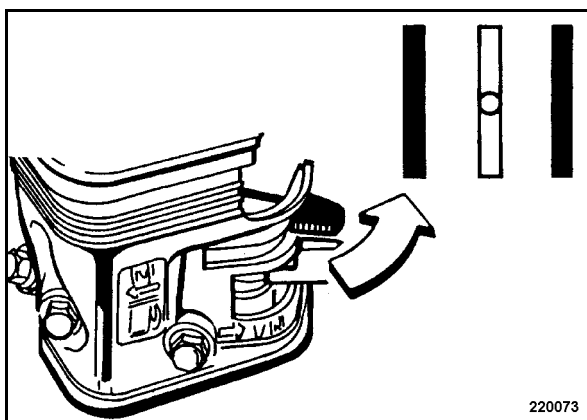

рис. 23
- Если двигатель прогрет, то постепенно открывать рычаг воздушной заслонки (рис. 23) .